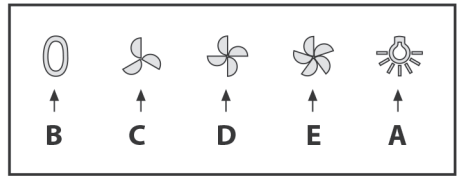

Рис. 12
2. Установите угольные фильтры в центр узла вытяжки и поверните их на 90° вплоть до щелчка (рис. 12).